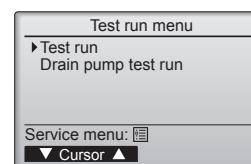

Fig. 7-2
- 2 Seleccione "Test run" (Modo prueba) desde el menú Modo prueba, y pulse el botón [ACEPTAR]. (Fig. 7-2)
7.3. Autotest (Fig. 7-2)